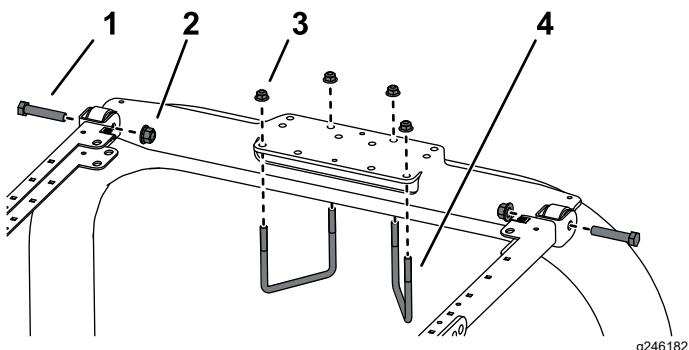

Figura 3
1. Posizionate la staffa di montaggio del ROPS sulla parte superiore del roll bar del trattorino (Figura 3).
2. Montate il gruppo del telaio sulla staffa di montaggio del ROPS (Figura 3).
3. Utilizzando i fori di montaggio illustrati nella Figura 3, montate la staffa di montaggio del ROPS sulla parte superiore del roll bar con 2 bulloni a U (4 1/2" x 4") e 4 dadi flangiati.